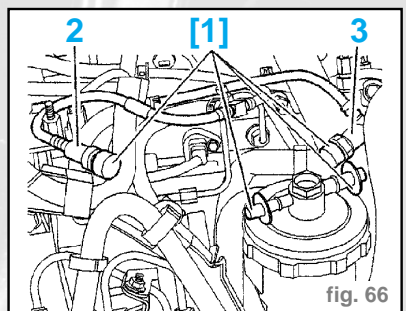

fig. 66
- Écarter les raccords (2) et (3) (fig. 66).